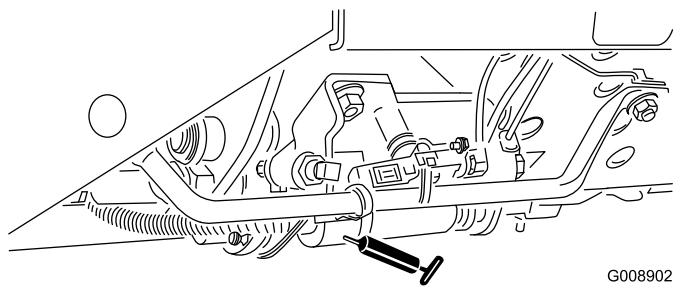

Figura 45
- Mando segar/transportar (Figura 45)